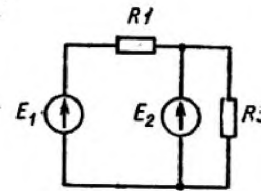

Рис. 5
5. Для электрической цепи, представленной на рис. 5, определить значения сопротивлений R_1 и R_3 , ЭДС первого источника, ток через резистор R_1 и составить баланс мощностей, если ЭДС второго источника 750 В, токи $I_2 = 0,01$ А, $I_3 = 0,06$ А, мощность на третьем резисторе $P_3 = 10,5$ Вт. Внутренним сопротивлением источника тока можно пренебречь.